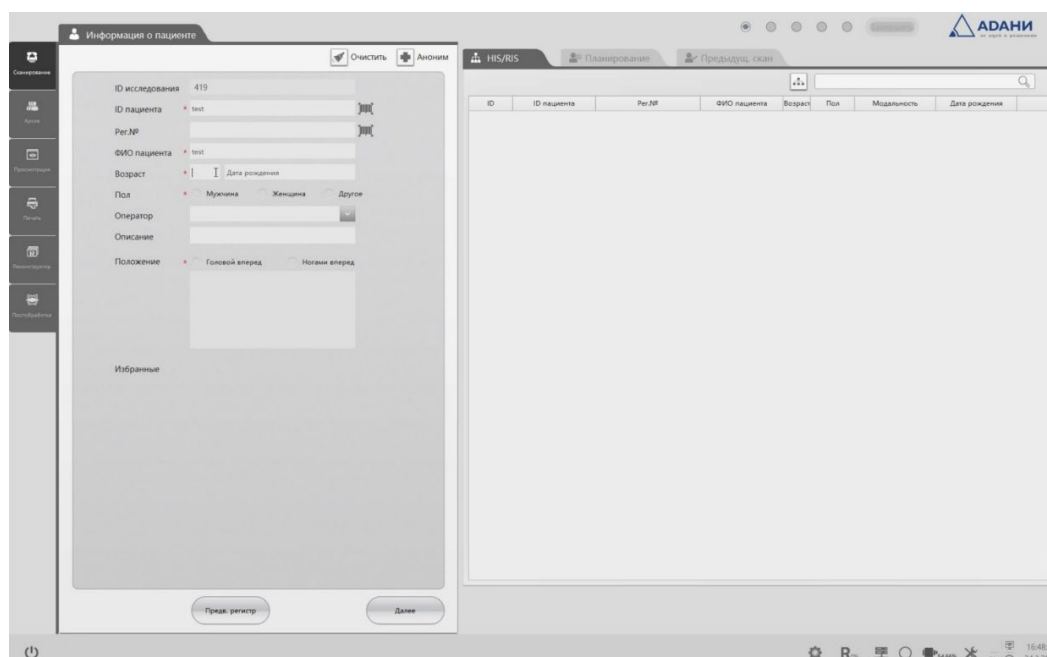

Рисунок 4.3 – Основной интерфейс «Сканирование пациента»
3. После завершения запуска система перейдет в основной интерфейс «Сканирование пациента» (рис.4.3). Подробнее о процессе сканирования см. Раздел 5 «Сканирование».